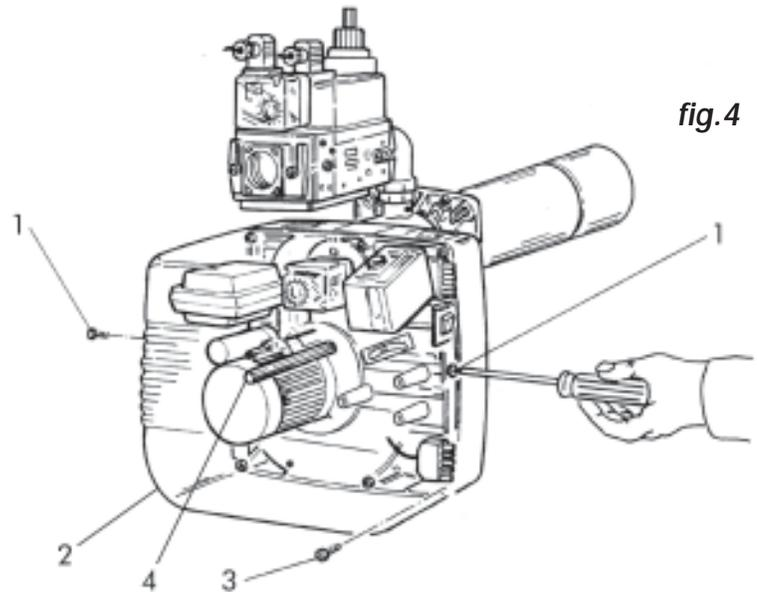

fig.4
Pentru acces la elementele principale scoateti carcasa, ca in (fig.4)
- Desurubati 1 si scoateti carcasa 2 (fig.4).
- Desurubati 3 si pivotul central 4 (fig.4).